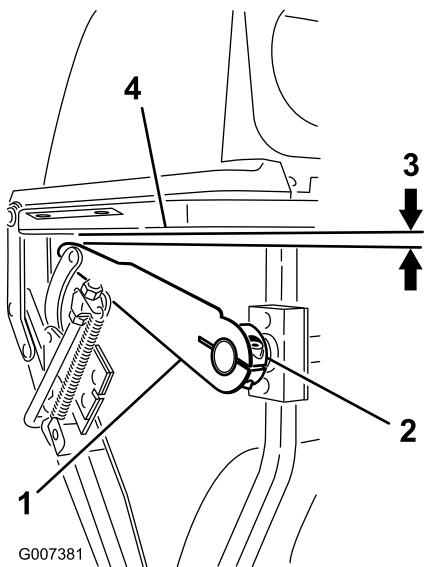

Bild 52
5. Lösen Sie die Inbusschraube an der Nabe des rechten Hebelarms, um den Abstand einzustellen (Bild 52).